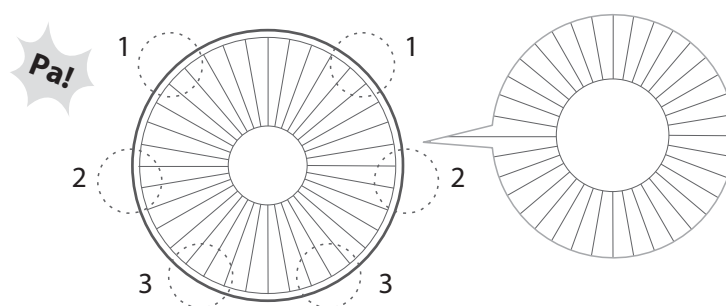

图4
3.2 双手依次按压网罩，安装好后会听到“咔”的一声（图4）